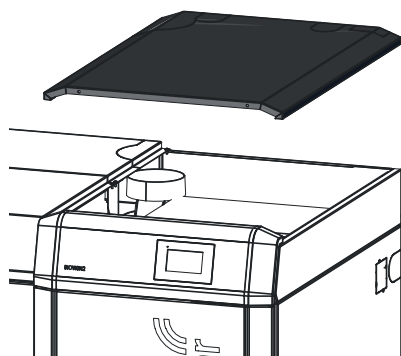

Fig.148 Togliere il coperchio del rivestimento
- scollegare la spina di rete dell'apparecchio prima di aprire il quadro di comando o per effettuare lavori di assistenza o riparazione. Togliere il coperchio del rivestimento – Fig.148.